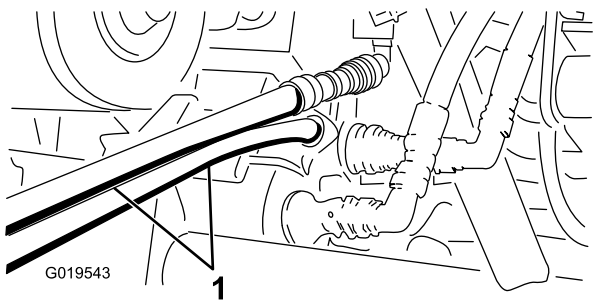

Figura 75
5. La cealaltă maină, conectați cele 2 furtunuri la cuplajul aflat încă în suportul cuplajului (conectați furtunul superior la cuplajul superior și furtunul inferior la cuplajul inferior) (Figura 75).